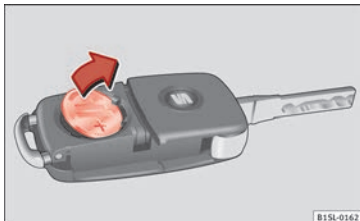

Abb. 100 Fahrzeugschlüssel: Batterie herausnehmen.
- Batterie mit einem geeigneten dünnen Gegenstand aus dem Batteriefach heraushebeln » **Abb. 100**.
- Neue Batterie wie gezeigt ansetzen » » **Abb. 100** und entgegen der Pfeilrichtung in das Batteriefach drücken » ❷.